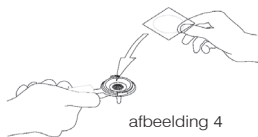

afbeelding 3
4. Plaats de filterhouder ⑦ in de groep ⑧, vanaf de linkerkant. Draai hem naar rechts en druk hem op het einde goed aan. (Zie afbeelding 3).